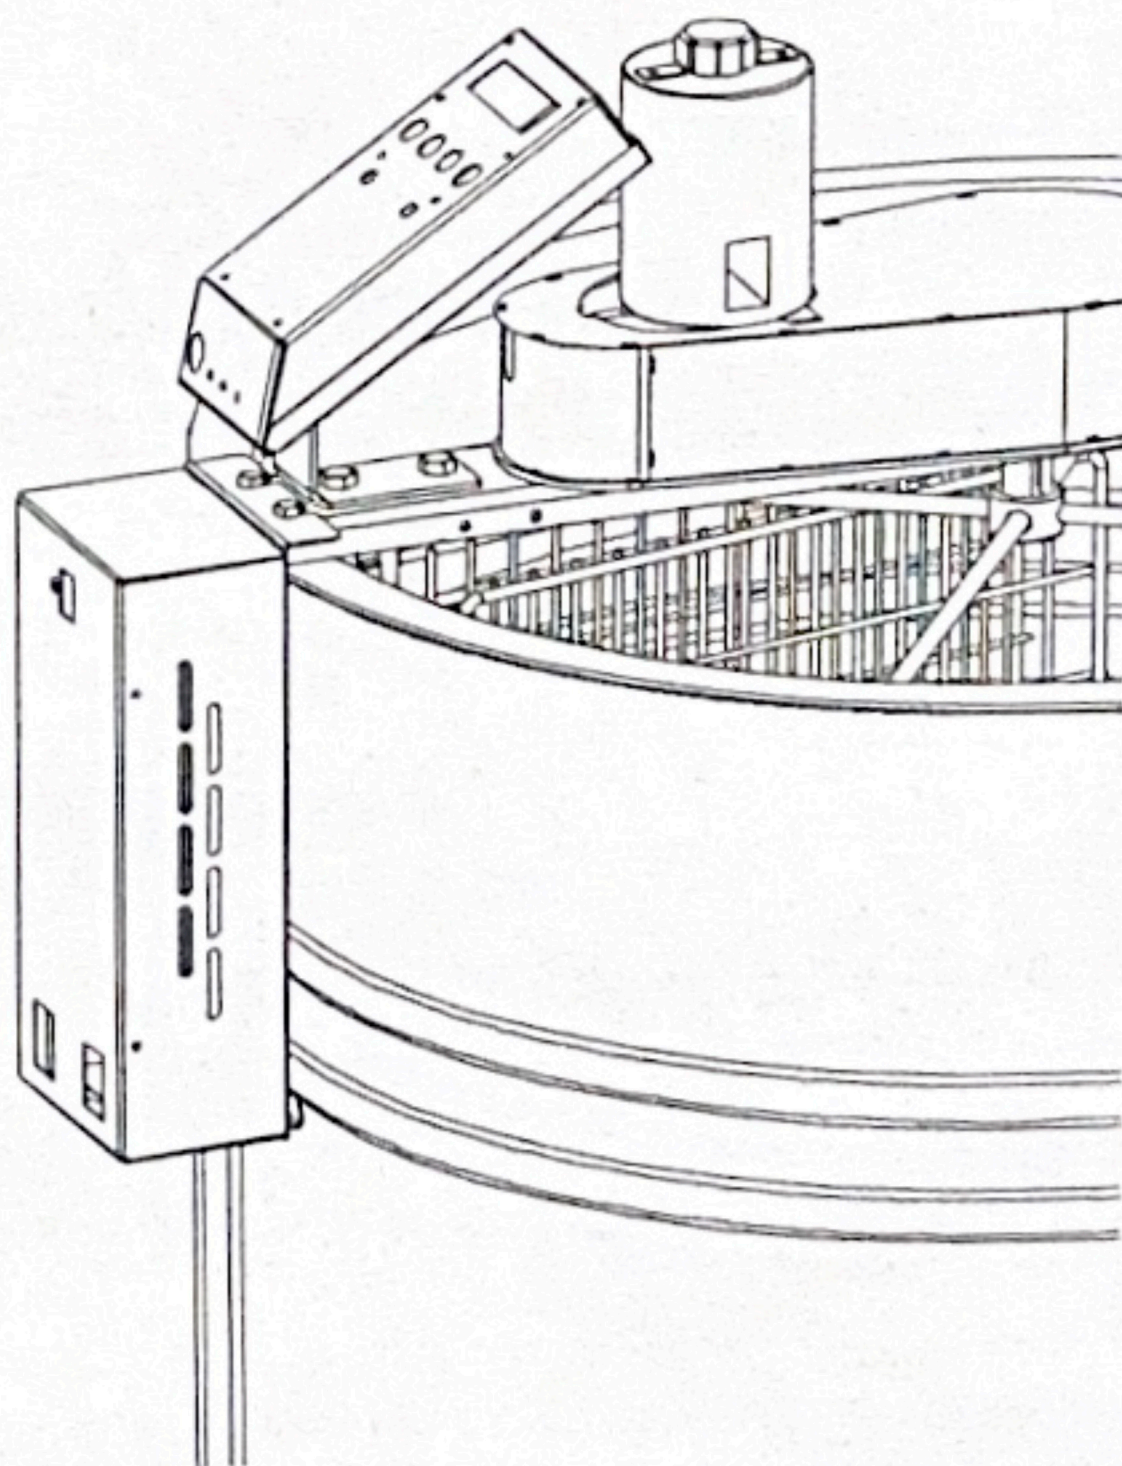

Рисунок 3 Медогонка с установленным источником питания.
3. Зажать, ранее отпущенные гайки на болтах М6 (см. рисунок 3).